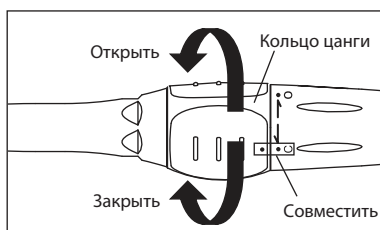

Рис. 2
- 1) Поверните кольцо цанги, чтобы открыть зажимной механизм. (Рис. 2)
- 3) Поверните кольцо цанги, чтобы зафиксировать бор. (Рис. 2)